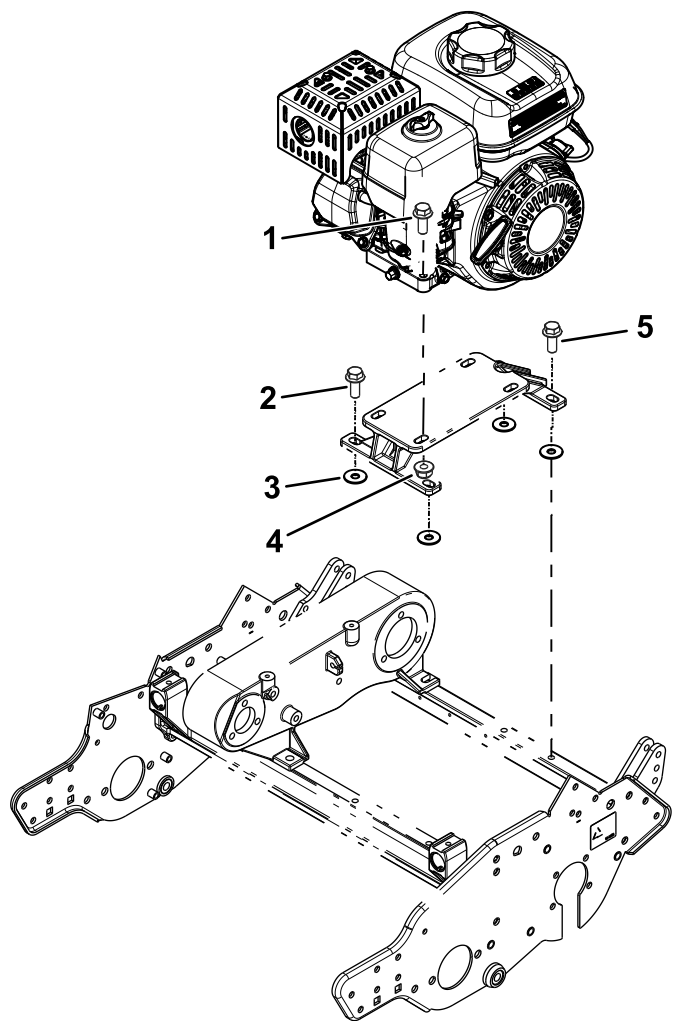
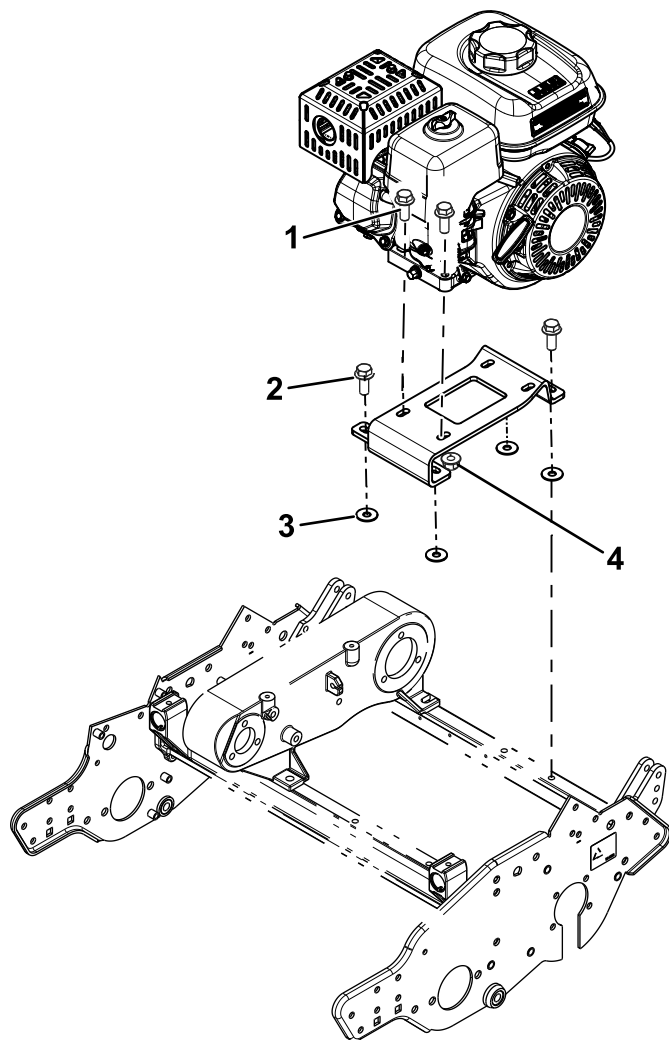

图 4
图 5
3. 对于型号年份为 2012 到 2014 的机器而言如图 4 所示用之前卸下的螺栓和 4 个垫圈 3/8 x 1-1/8 英寸将之前拆下的发动机安装支架安装到机器上。
松松地安装左后发动机螺栓如图 4 所示。
4. 对于型号年份为 2008 到 2011 的机器而言如图 5 所示用之前卸下的螺栓和 4 个垫圈 3/8 x 1-1/8 英寸将本套件随附的发动机安装支架安装到机器上。
松松地安装左前发动机螺栓如图 5 所示。
5. 使用之前卸下的螺栓和螺母图 4 和图 5 将发动机安装到发动机安装支架上。
15. 对于型号年份为 2012 到 2014 的机器而言从发动机基座卸下左后螺栓图 4 然后用该螺栓将 R 形夹和油门拉索固定到发动机基座。
16. 对于型号年份为 2008 到 2011 的机器而言从发动机基座卸下左前螺栓图 5 然后用该螺栓将 R 形夹和油门拉索固定到发动机基座。
18. 拧紧所有的发动机安装螺栓和发动机安装支架螺栓图 4。